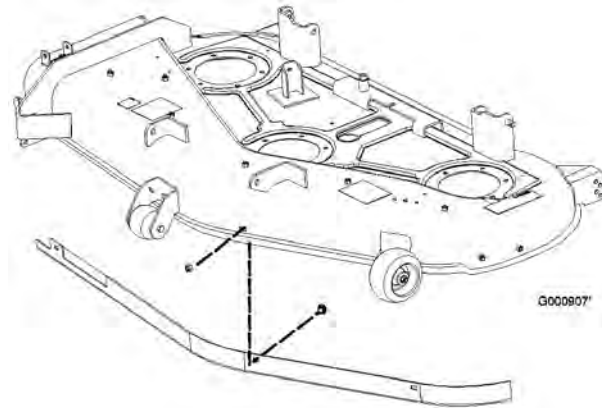

Bild 19
2. Nehmen Sie die Schrauben und Sicherungsmuttern ab, mit denen das vordere Ablenklech am Mähwerk befestigt ist (Bild 19). Nehmen Sie das vordere Ablenklech ab, um das rechte Recycler®-Ablenklech zugänglich zu machen.
- Setzen Sie das vordere Ablenklech ein und befestigen Sie es mit den vorher abgenommenen Befestigungen am Mähwerk (Bild 19).
- Nehmen Sie die Schrauben und Sicherungsmuttern ab, mit denen das vordere Ablenklech am Mähwerk befestigt ist (Bild 19). Nehmen Sie das vordere Ablenklech ab, um das rechte Recycler®-Ablenklech zu montieren.